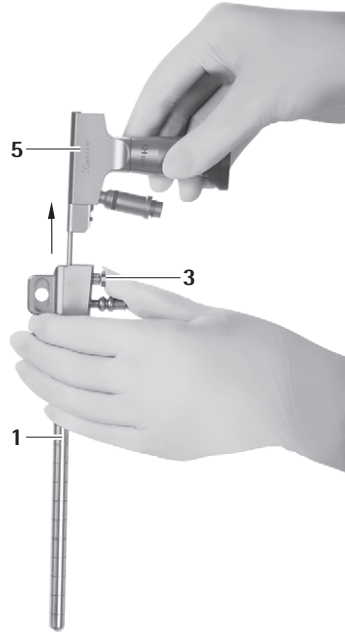

Fig. 8
► Premir o botão de desbloqueio 3 e retirar o endoscópio 5 do trocartere MINOP InVent 1, ver Fig. 8.